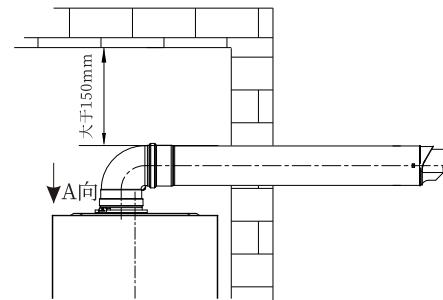

图3.6a
- (1) 同轴烟道的安装要严格按照CJJ12-99及其它相关标准操作，烟道出口位置与周围建筑物开口的距离选择也要符合其标准要求，如图3.6a所示。
- (2) 为防止同轴烟道上的排气孔和进气孔被堵塞，应将同轴烟道伸出墙外。
- (3) 同轴烟道安装接触或穿过房屋墙壁的管道时，相对环境的表面温升应小于等于60K，当该温升超过60K时，应在同轴烟道通过易燃材料组成的墙体时：必须覆盖厚度在20mm以上的不燃耐高温材料围护，确保墙体表面温升小于等于60K。
- (4) 同轴烟道与其穿过的墙壁上的圆孔之间的间隙，不得用水泥类东西填充，请使用随机附件的烟道法兰密封，否则不利于维修操作。
- (5) 同轴烟道的外表面应与上面的建筑物相距45mm以上。
- (6) 若使用加长管，所有的接口处必须密封，不得使废气漏入室内。
- (7) 烟道口位置必须位于不会造成公害的地方。